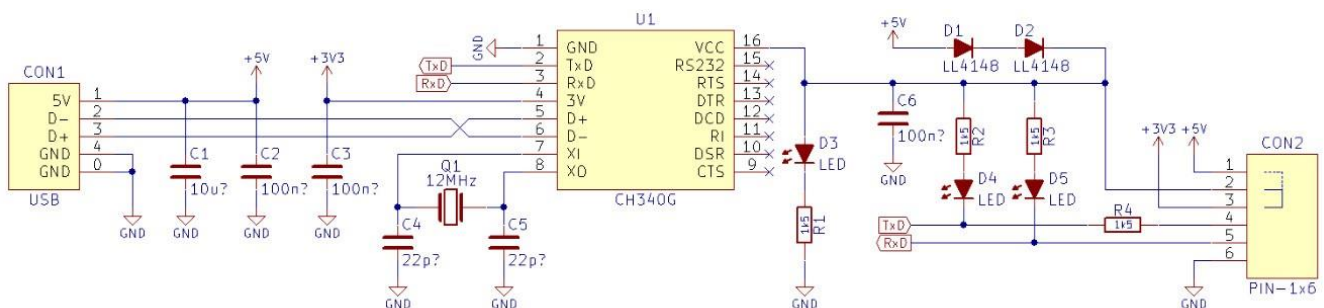

Fig. 5b Schema convertorului USB-TTL cu CH340
Schema convertorului (bazată pe cipul CH340) este dată în fig. 5b:
5. alimentarea la 3.3V direct din convertorul USB-TTL este teoretic posibilă, dar nu este recomandabilă; așa cum se vede pe schema convertorului din fig. 5b, se obțin aprox. 3.3V din 5V prin înserierea a 2 diode (D1 și D2), tensiunea nefiind foarte precisă și, mai ales, curentul printr-o diodă 4148 este max 100mA, deci nu se poate folosi decît la consumuri mici ! dacă *totuși* se dorește acest lucru (pe răspunderea voastră; dacă vă stricați convertorul USB-TTL trebuie să vă procurați singuri unul nou), se va efectua doar punctul 4 de mai sus, și se va pune jumperul J1 pe poz. 2-3 pentru a uni linia de "3.3" cu Vcc-ul schemei.